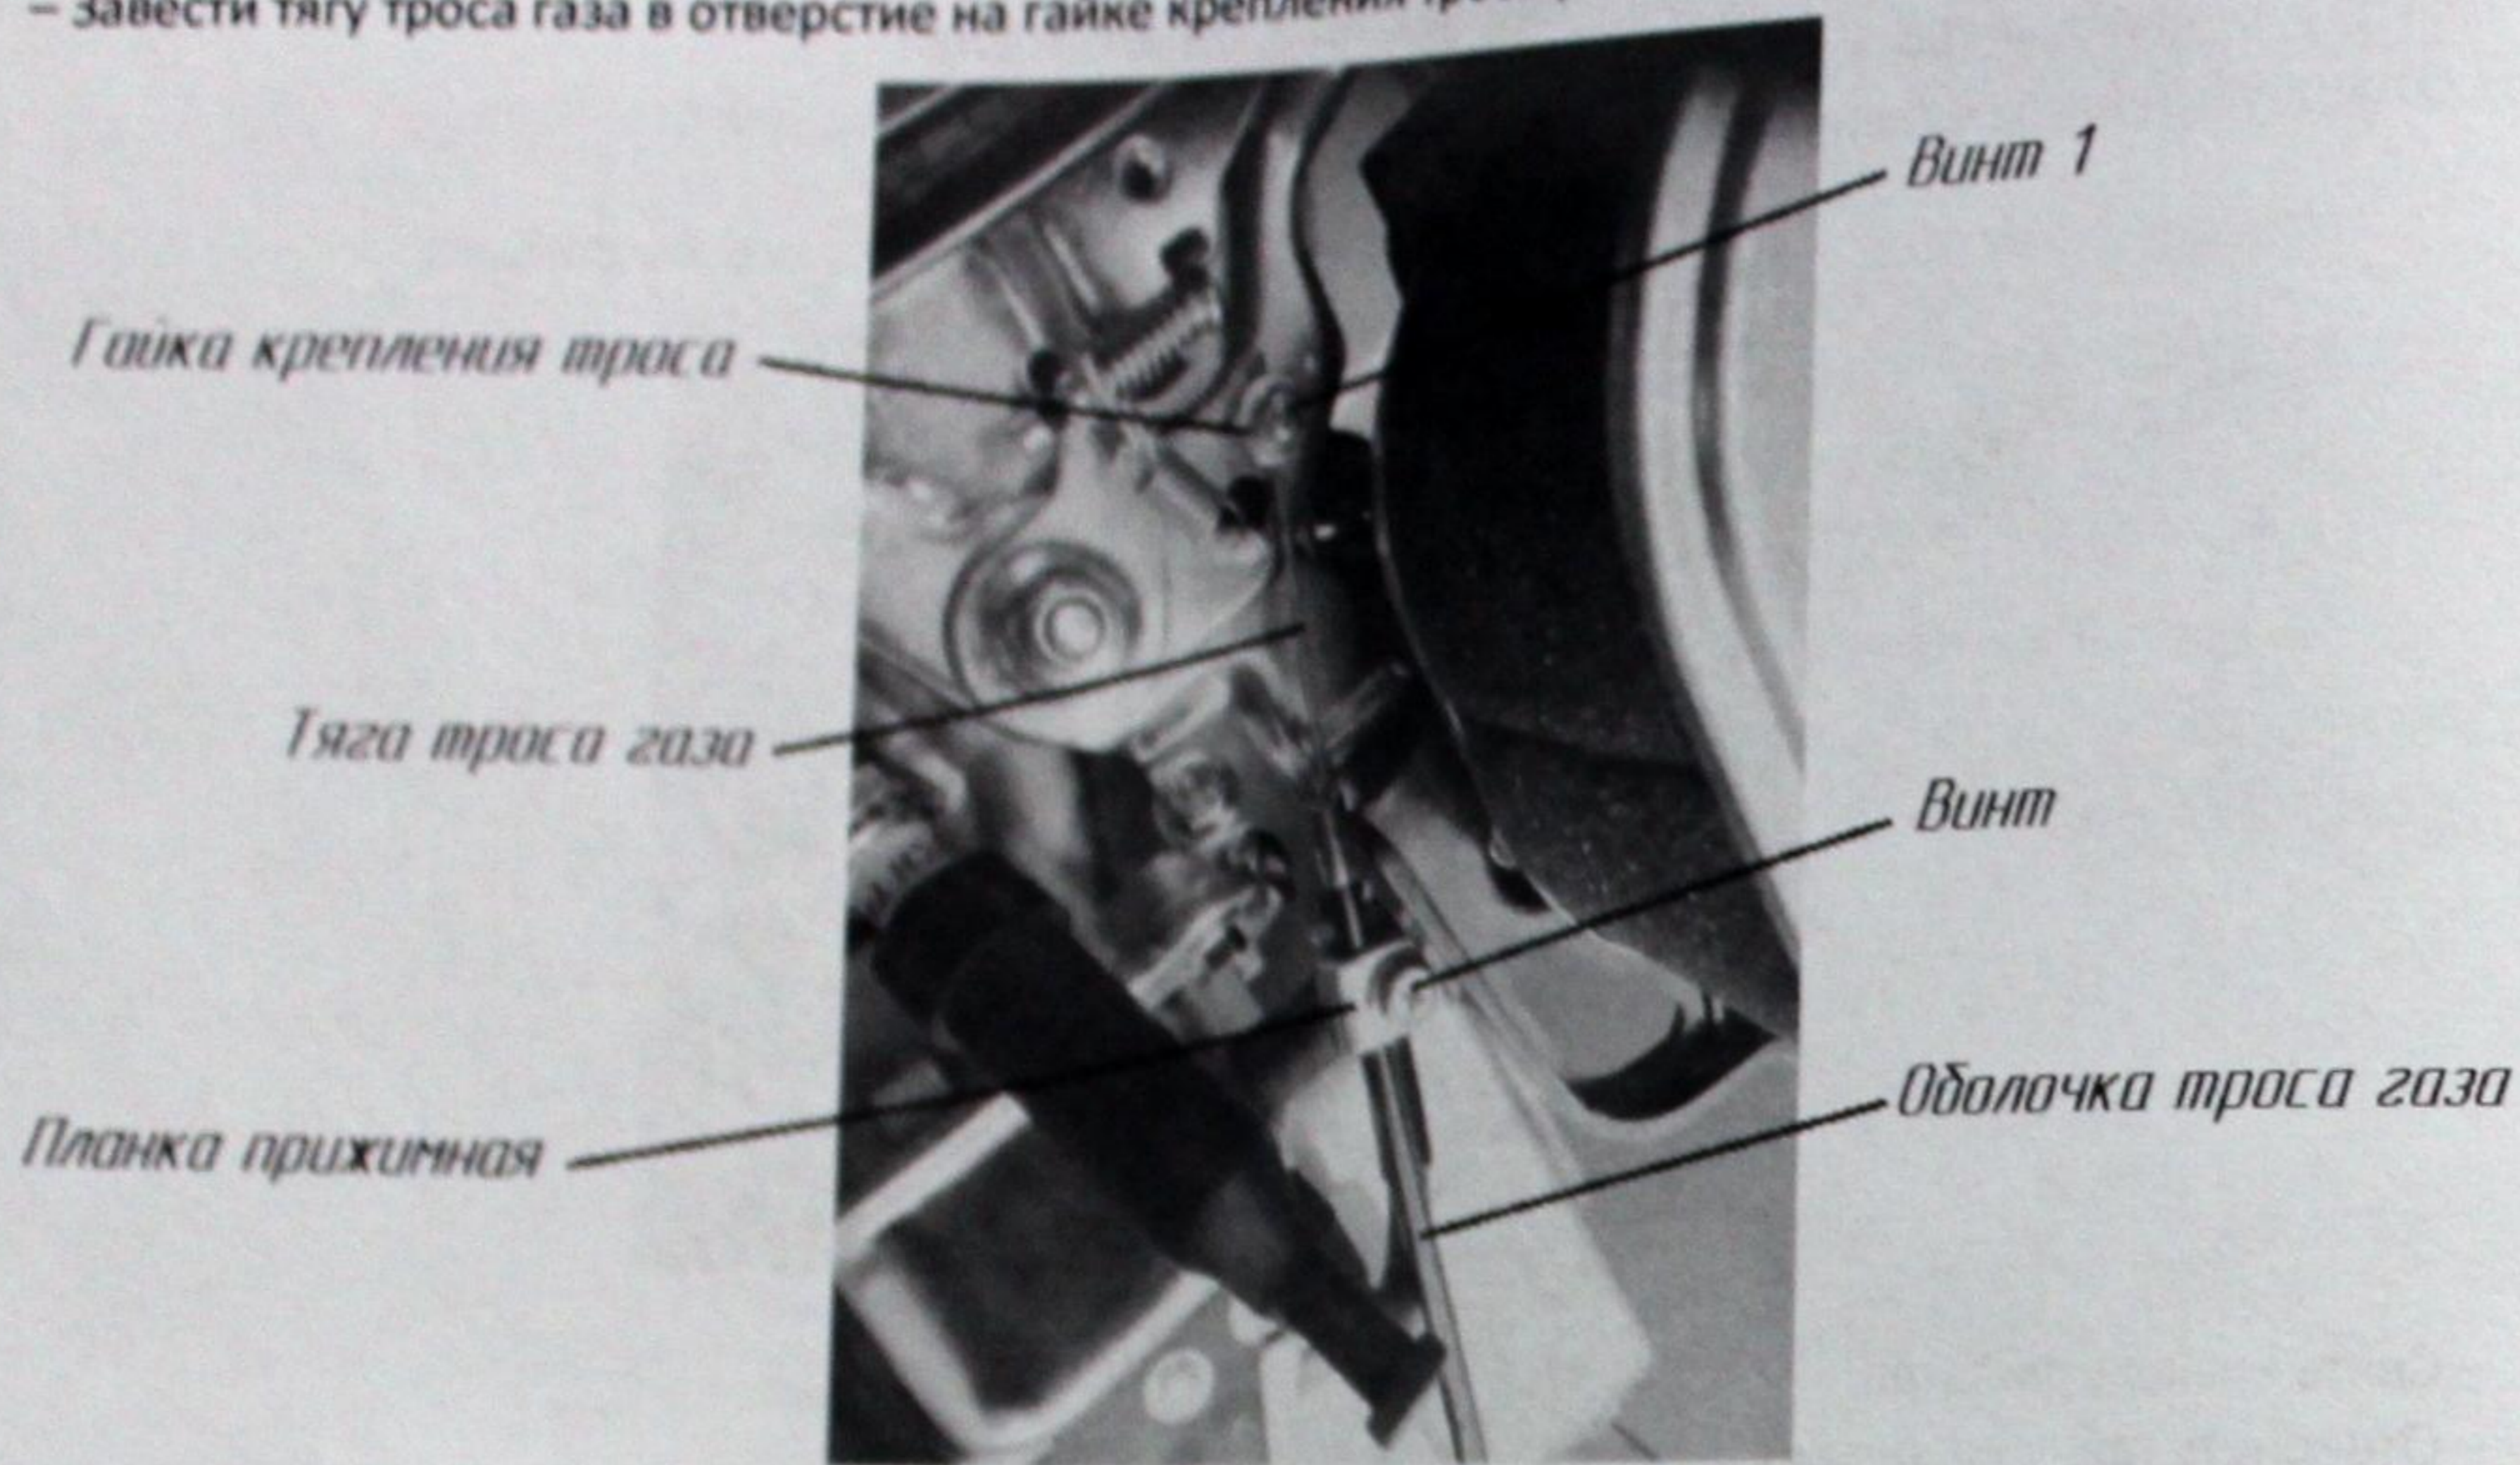

Рис. 4
Строповку мотоблока производите согласно прилагаемой схеме (рис. 4).
- Ослабить винт на прижимной планке и на гайке крепления троса (см. рис.4);
- Завести тягу троса газа в отверстие на гайке крепления троса (см. рис.4; и схему из РЭ мотоблока);